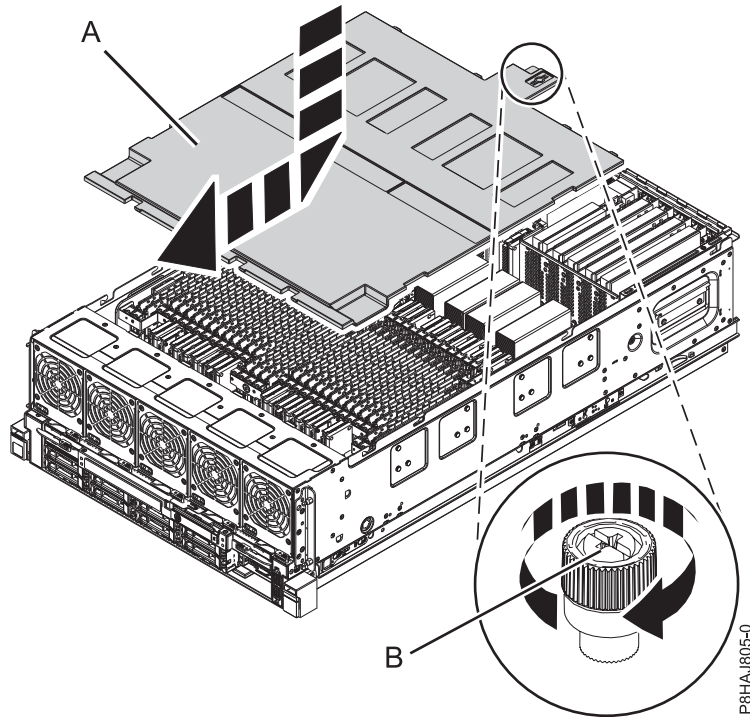

Figura 21. Sustitución de la cubierta de seguridad
2. Presione la cubierta de seguridad (A) hacia el chasis.
3. Apriete el tornillo de mano (B) girándolo en la dirección que se muestra en Figura 21 en la página 49 para fijar la cubierta de seguridad en el chasis.